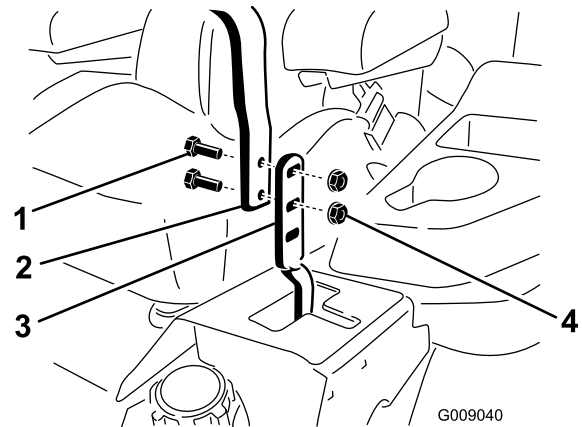

Figura 64
3. Afloje los pernos y las tuercas con arandela prensada de las palancas (Figura 64).